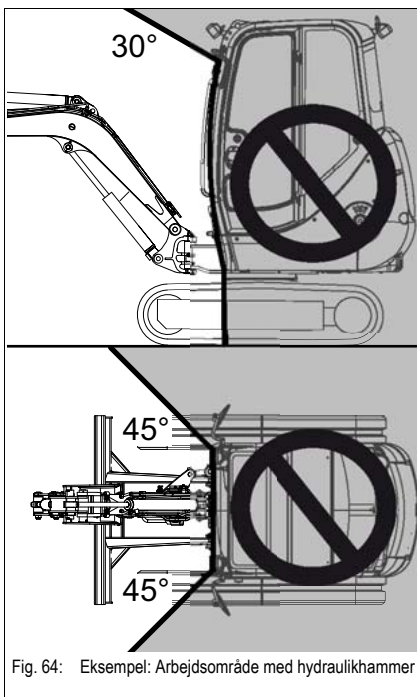

Fig. 64: Eksempel: Arbejdsområde med hydraulikhammer
- se eksempel: Arbejdsområde med hydraulikhammer Fig. 64